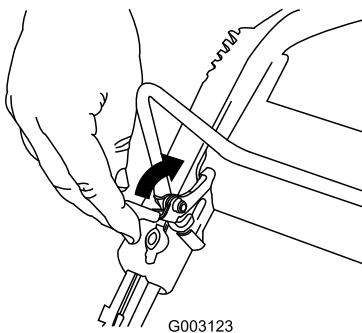

Figura 21
1. Tirate indietro il dispositivo di bloccaggio della barra di comando (Figura 21).